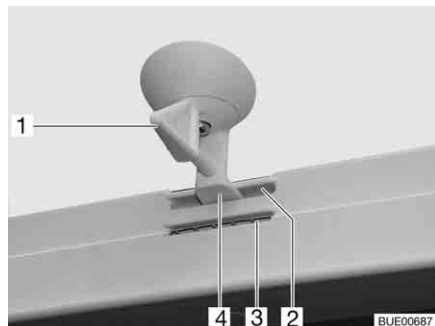
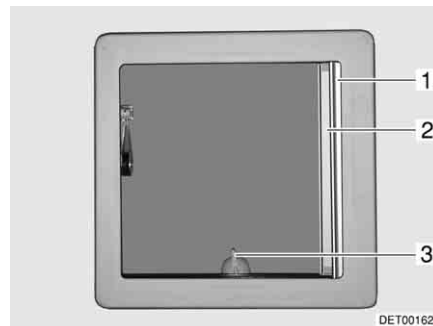

Fig. 58 Oblò inclinabile, bloccaggio
Fig. 59 Oblò inclinabile
- Ruotare la leva (Fig. 58,1 o Fig. 59,3) di un quarto di giro.
- Girare la leva di un quarto di giro. Il bloccaggio (Fig. 58,4) deve entrare nella feritoia inferiore (Fig. 58,3).
- Girare la leva di un quarto di giro. Il bloccaggio (Fig. 58,4) deve entrare nella feritoia superiore (Fig. 58,2).
- Tirare la tendina oscurante pieghevole (Fig. 59,1) fino alla posizione desiderata e rilasciare. La tendina oscurante pieghevole rimane in questa posizione.
- Estrarre la zanzariera a rullo (Fig. 59,2) fino a quando non scatta il bloccaggio dalla parte opposta.